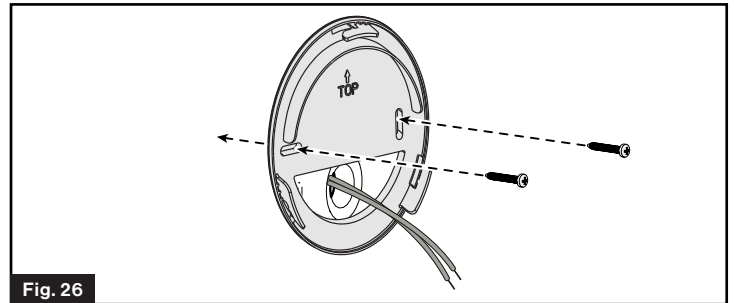

Fig. 26
- Instale la cubierta trasera del controlador de pared sobre el agujero de 3/4". Asegúrese de que la marca de la flecha esté mirando hacia arriba. Fije la cubierta posterior en la pared con 2 tornillos de cabeza plana Nro. 8 (min 1") (no se proporcionan). (Fig. 26)